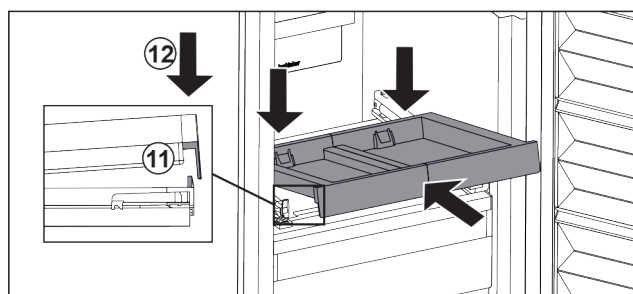

Fig. 104
- Wsunąć pod skosem. Zwrócić uwagę, aby ogranicznik znajdował się po obu stronach za nakładką. Fig. 104 (11)
- Osadzić wysuwana półkę z przodu. Fig. 104 (12)